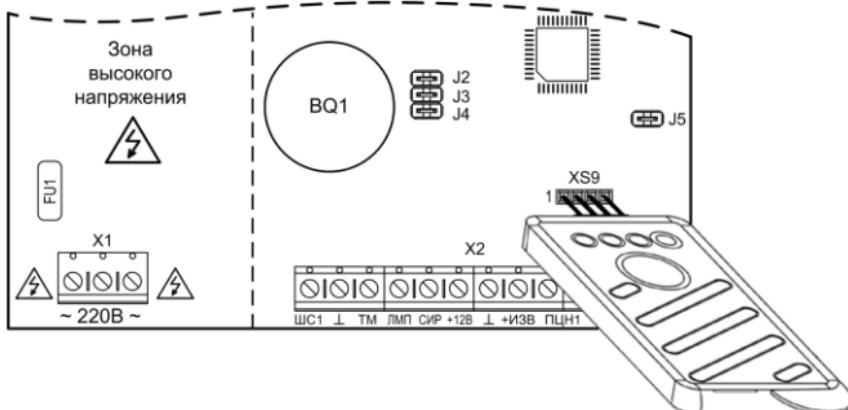

Рис.2 Подключение USB-программатора, USB-UART адаптера
3. Вставьте вилку USB-UART адаптера в разъем XS9 платы прибора, соблюдая полярность (светодиодом вверх, см. рис.2) и подключите адаптер к компьютеру USB-кабелем (кабель USB-A–mini USB-B 5Р).
3. Вставьте вилку программатора в разъем XS9 платы прибора, соблюдая полярность (светодиодами и кнопкой вверх, см. рис.2).